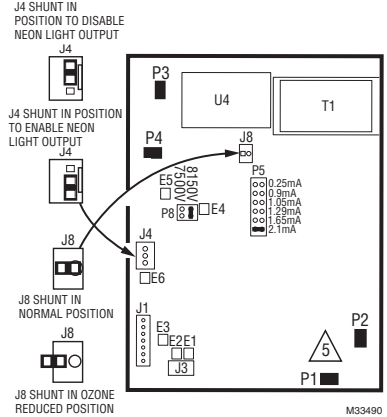

Fig. 8. Move J8 shorting bar to reduce ozone production about 20 to 25 percent.
- d. Locate J8 shorting bar on the power supply. See Fig. 8. Remove the shorting bar and reinstall on only one pin.
Le circuit d'alimentation électrique dans le nécessaire PS1202A a été étalonné pour fournir une sortie de courant de l'ionisateur sélectionnable. Sélectionner le courant d'ionisateur adéquat en plaçant la tige court-circuit P5 à la position correcte. Voir le Tableau 1. Voir la Fig. 8 pour l'emplacement de P5.